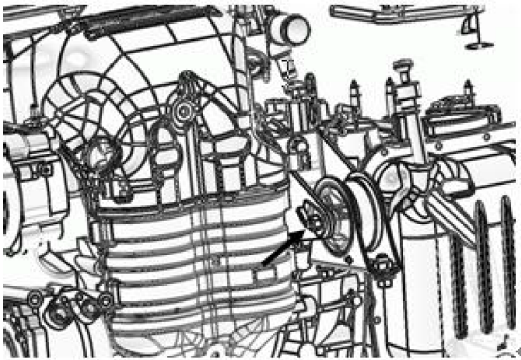

图 1
2.1.1 拆下前悬置安装支架总成与前悬置安装支座总成相连接的 1 个横穿螺栓和 1 个防转螺母(如下图 1 所示)。
2.5.6 将发动机前悬置安装支架总成与前悬置安装支座总成相连接的 1 个横穿螺栓和 1 个防转螺母打力矩为 55 N.m（如图 1 所示）